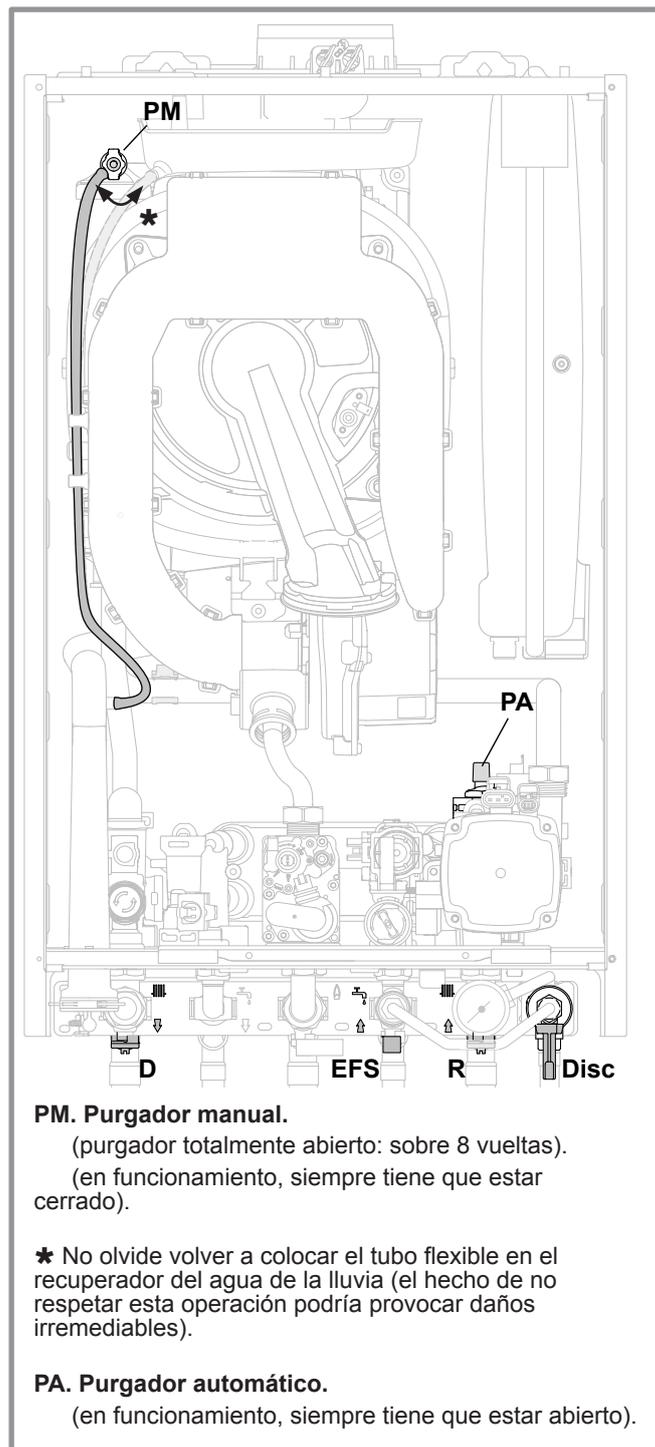

figura 22 - Purgadores y vaciado
- Compruebe que el purgador automático (PA, figura 22) está totalmente abierto.